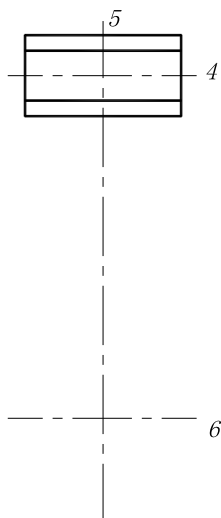

图 7-17 绘制左视图上部分
(3) 将以上 6 条线的图层改为“轮廓线”层, 并修剪掉多余的线, 得到左视图上部分轮廓线, 如图 7-17 所示。